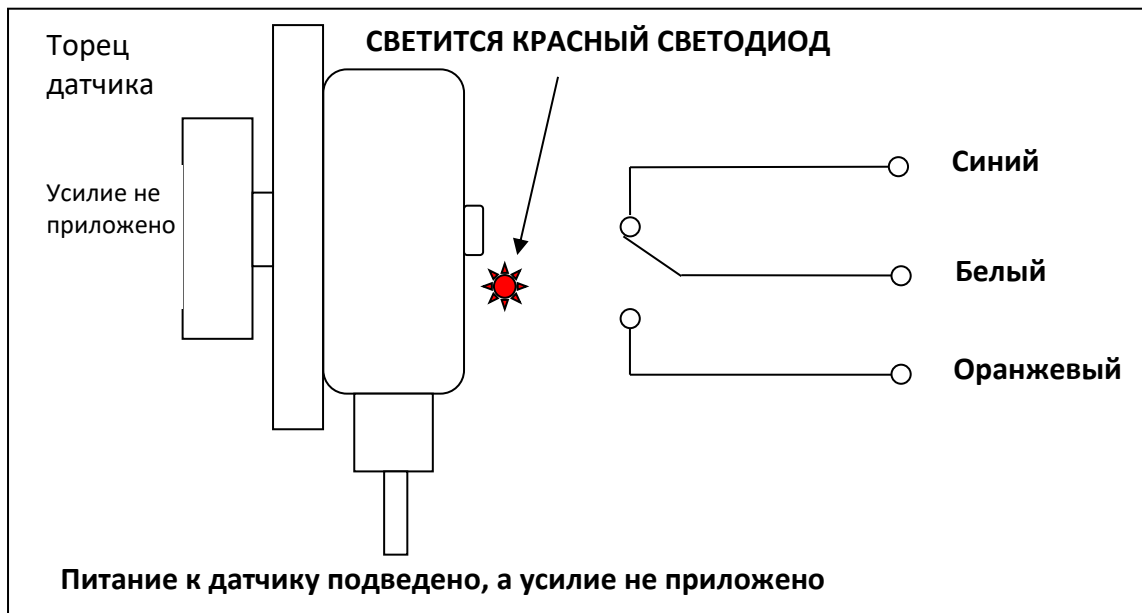
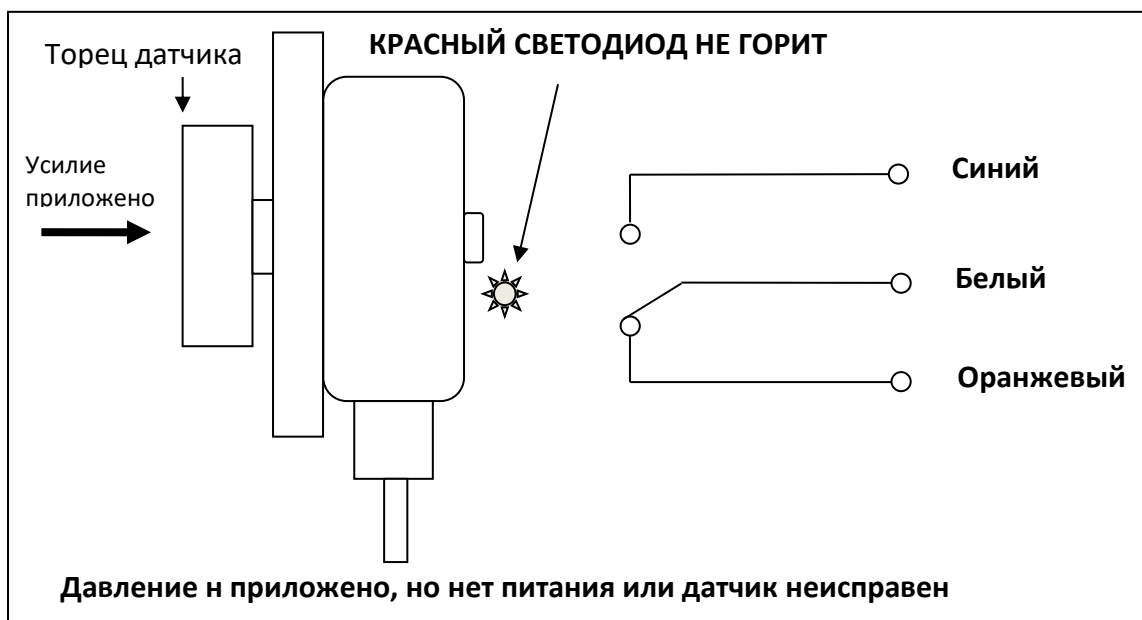

Рисунок 8 – Датчик TouchSwitch в состоянии ОК
Рисунок 9 – Датчик TouchSwitch в аварийном состоянии
Датчик является электронным граничным выключателем. Датчик реагирует на усилие, приложенное к его рабочей поверхности. Если **усилие превышает 3,6 кг**, то датчик переключает реле в положение **аварийное состояние** (см. Рисунок 9). Если датчик правильно подключен, работает и к его рабочей поверхности не приложено усилие, то датчик подаст питание на реле и покажет состояние ОК (исправно) включением светодиода (см. Рисунок 8).
- 1) Убедитесь, что красный светодиод на выходе на корпусе датчика (см. Рисунок 8) СВЕТИТСЯ, а лента или шкив не касаются датчика
- 3) Убедитесь, что аварийные сигналы и отключения всей системы работают, как положено (см. Рисунок 9)